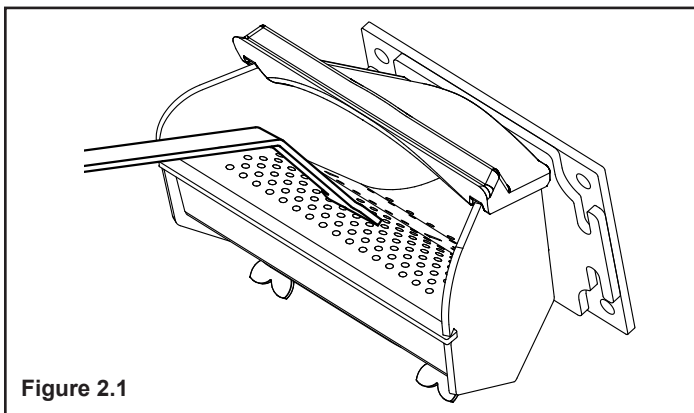

Figure 2.1
- Grattez la grille du haut et les côtés du pot de combustion jusqu'au tube de tარიère en bas (Figure 2.1). Il n'est pas nécessaire de le vider complètement. Toutes les matières en excès seront poussées hors du pot lors de la prochaine utilisation.